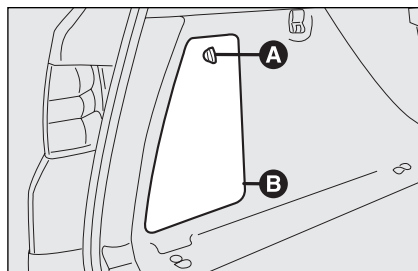

fig. 63
- ☐ gire el mando **A**-fig. 63 para abrir la tapa **B**;